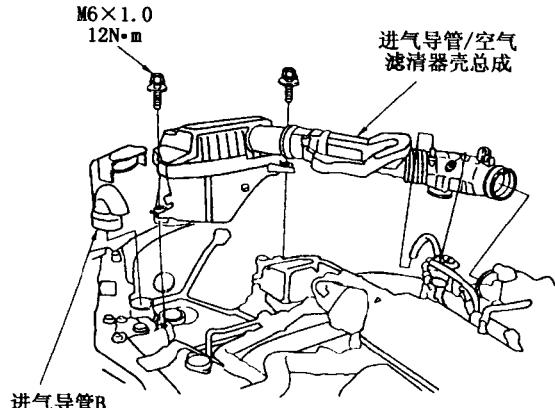

图 2-2 拆卸进气导管/空气滤清器壳总成
- (1) 打开并支撑住发动机罩。
- (2) 先脱开蓄电池负极端子，再脱开正极端子，拆下蓄电池、蓄电池底板和发动机搭铁线。
- (3) 松开锁止螺母，拆下节气门拉索和定速控制拉索，然后将拉索的末端从节气门联杆上滑出。注意，不要松开调节螺母，拆卸时不要弄弯拉索，如果拉索绞扭应更换。
- (4) 拆下进气导管B和进气导管/空气滤清器壳总成(图2-2)。
- (5) 先脱开进气谐振腔(IAR)控制电磁阀接头，拆下真空软管和IAR装置。
- (6) 从发动机罩下熔断丝/继电器盒和ABS熔断丝/继电器盒上拆下蓄电池电缆。
- (7) 拆下发动机舱右侧的发动机配线线束接头。
- (8) 拆下制动助力器真空管和真空软管。
- (9) 缓慢放松燃油滤清器上的检修螺栓大约一圈，以释放燃油压力。注意，工作时切勿吸烟，工作场所应远离明火或火花，燃油要排入指定的容器中。
- (10) 拆下供油软管和回油软管。
- (11) 拆下发动机舱左侧的发动机线束接头、端子和卡箍。
- (12) 拆下发动机舱左侧的喷油器电阻器接头。
- (13) 拆下真空软管和动力转向液(P/S)软管夹。
- (14) 旋下安装螺母和调节螺栓，然后拆下动力转向泵皮带和动力转向泵，不脱开P/S软管。